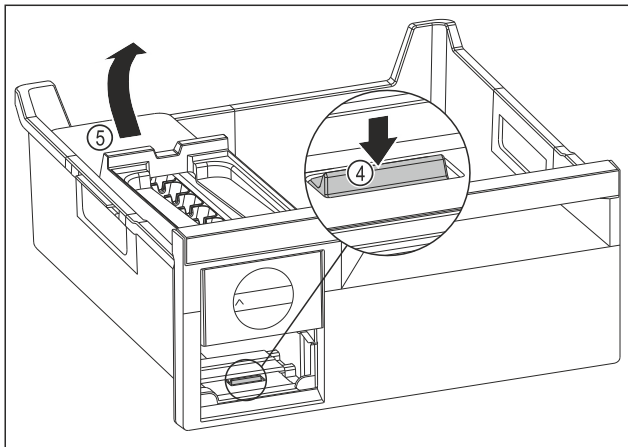

Fig. 106
- ▶ EasyTwist-Ice-Korpus entnehmen: Lasche Fig. 106 (4) mit Finger nach unten drücken und gleichzeitig mit der anderen Hand den EasyTwist-Ice-Korpus Fig. 106 (5) von hinten anheben.